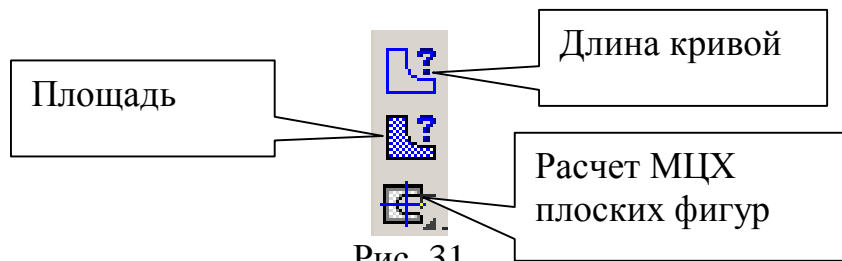

Рис. 31
6. Выполните измерение длины окружности диаметром 20 мм. Для этого активизируйте команду **Длина кривой**, рис. 31, на панели **Измерение** .
Установите курсор на окружность, заданную диаметром 20 мм, и нажмите левую кнопку мыши. Длина окружности появится в таблице результатов. Для определения площади плоской фигуры активизируйте команду **Площадь** (рис. 31), установите курсор внутри замкнутого контура и нажмите левую кнопку мыши. Для определения МЦХ плоской фигуры активизируйте команду **Расчет МЦХ плоской фигуры – Обход границы по стрелке** (практическая работа № 2, п. 2) и вначале определите МЦХ тела, а затем установите курсор на окружность, нажмите левую кнопку мыши и установите в свойствах объекта «Отверстие». Последовательно выполните такие же операции для двух других окружностей.